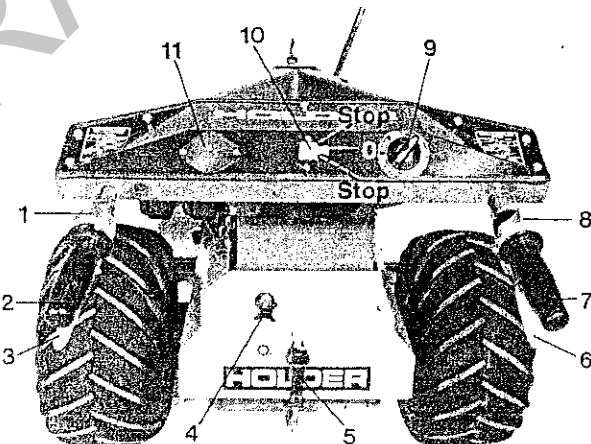
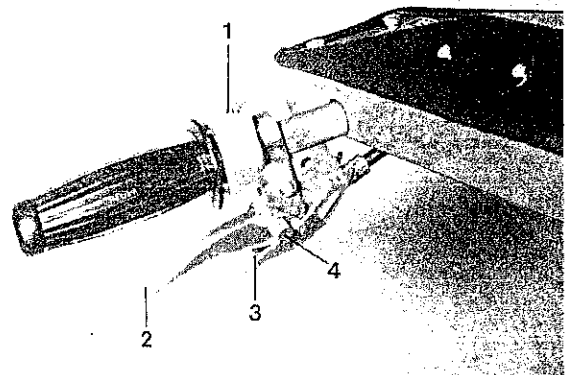
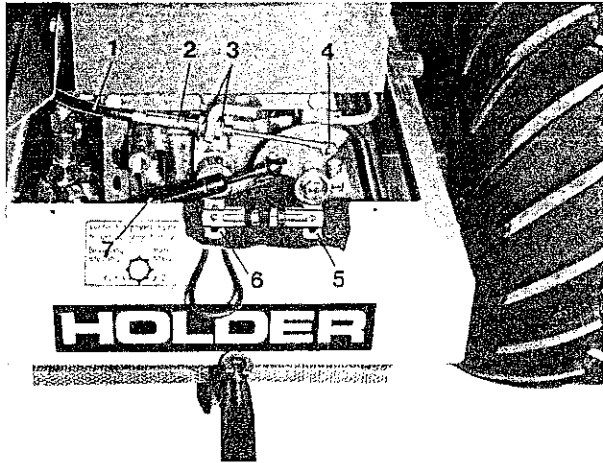

Abb. 4
Abb. 5
Abb. 14
1. Schalthebel für Vor- und Rückwärtsfahrt (3 Abb. 4) gegen Handgriff ziehen, bis Feststellhebel (3 Abb. 5) einrastet.
2. Pumpenverstellhebel (6 Abb. 14) genau senkrecht nach unten stellen.
3. Umlenkhebel (5 Abb. 14) ebenfalls senkrecht nach unten stellen.
4. Bowdenzug am Umlenkhebel bei (4 Abb. 14) einhängen und am Schalthebel oben mit Klemmschraube (4 Abb. 5) festklemmen.
5. Gewindeteil (2 Abb. 14) vom Bowdenzug sollte ungefähr in der Mitte stehen, damit Feinkorrekturen über die Sechskantmutter (3 Abb. 14) vorgenommen werden können.